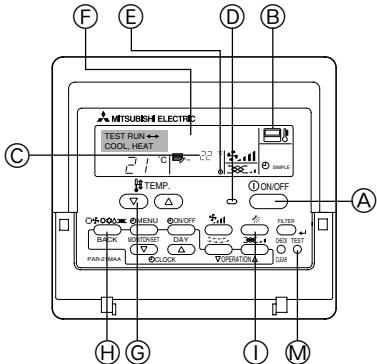

Fig. 7-1
7.2.1. Με ενσύρματο τηλεχειριστήριο (Fig. 7-1)
- ① Τροφοδοτήστε με ρεύμα τη μονάδα τουλάχιστον 12 ώρες πριν τη δοκιμαστική λειτουργία.
- ② Πατήστε δύο φορές το κουμπί [TEST] (ΔΟΚΙΜΗ). ➔ "TEST RUN" (ΔΟΚΙΜΗ) οθόνη υγρών κρυστάλλων
- ③ Πατήστε το κουμπί επιλογής τρόπου λειτουργίας [Mode selection] (Επιλογή τρόπου λειτουργίας). ➔ Βεβαιωθείτε ότι ο αέρας φυσά προς τα ξέω.
- ④ Πατήστε το κουμπί επιλογής τρόπου λειτουργίας [Mode selection] (Επιλογή τρόπου λειτουργίας) και επιλέξτε τη λειτουργία ψύξης (ή θέρμανσης). ➔ Βεβαιωθείτε ότι ψυχρός (ή θερμός) αέρας φυσά προς τα ξέω.
- ⑤ Πατήστε το κουμπί ταχύτητας αέρα [Fan speed] (Ταχύτητα αέρα). ➔ Βεβαιωθείτε ότι η ταχύτητα του αέρα είναι ενεργοποιημένη.
- ⑥ Ελέγχετε τη λειτουργία του ανεμιστήρα της εξωτερικής μονάδας.
- ⑦ Σταματήστε τη δοκιμαστική λειτουργία πατώντας το κουμπί λειτουργίας [ON/OFF]. ➔ Διακοπή
- ⑧ Καταχώριση αριθμού τηλεφώνου.